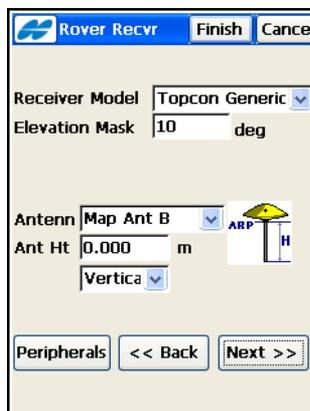

Abbildung 4-58. Roverempfänger (PP kinematisch oder PP DGPS)
- Legen Sie die Parameter für den Roverempfänger fest: Empfängermodell, Elevationsmaske und Roverantennenparameter (Abbildung 4-58). Tippen Sie dann auf **Weiter**.